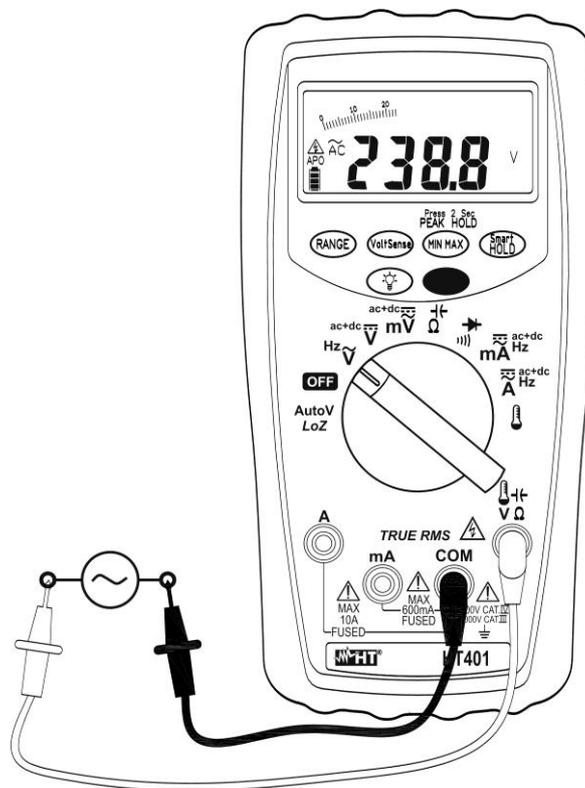

Fig. 3: Uso do instrumento para medir Tensões AC
4. Inserir o cabo vermelho no terminal de entrada $\tilde{V}\Omega$ e o cabo preto no terminal de entrada **COM** (ver a Fig. 3).